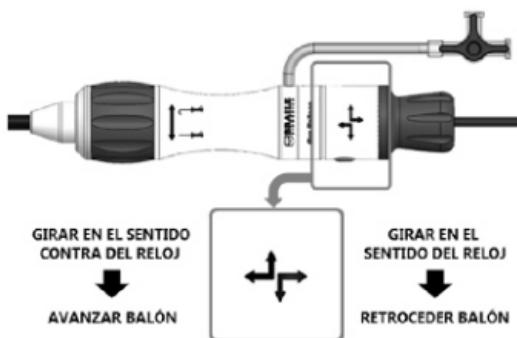

Figura 20:
G.9. Verifique la integridad del sistema de ajuste fino: gire completamente la rueda de ajuste fino ubicada en la base del mango, observando el desplazamiento axial del balón de inflado, y luego devuelva la rueda de ajuste fino a su posición inicial. Observe las marcas cerca de la rueda de ajuste fino para verificar la orientación correcta para girar, como se muestra en Figura 20.